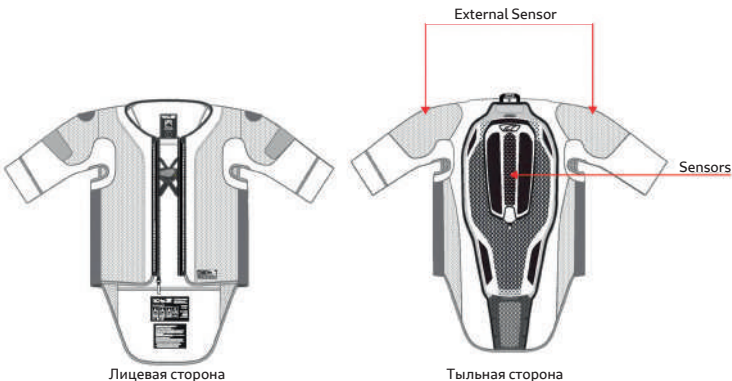

Рисунок 1 — Расположение датчиков (Лицевая и тыльная сторона)
Система состоит из блока управления подушкой безопасности (6) с встроенными датчиками, которые интегрированы в защиту спины (5), а также двух внешних датчиков, расположенных на плечах (см. рисунок 1).